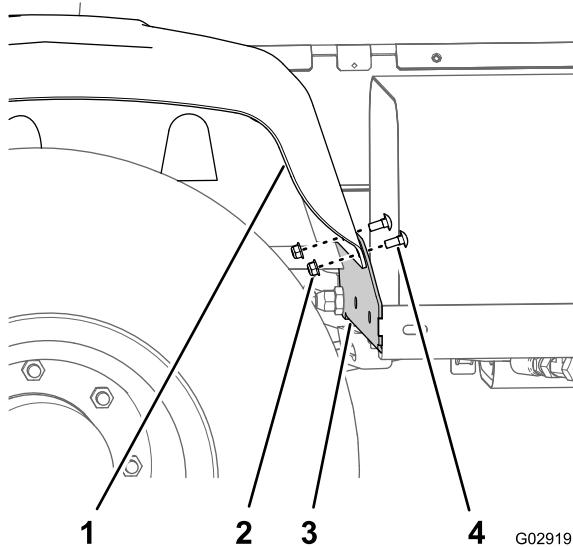

Bild 4
- Nehmen Sie die zwei Schlossschrauben und zwei Sicherungsbundmuttern ab, mit denen der rechte hintere Kotflügel an der Halterung am vorderen Kotflügel befestigt ist (Bild 4).